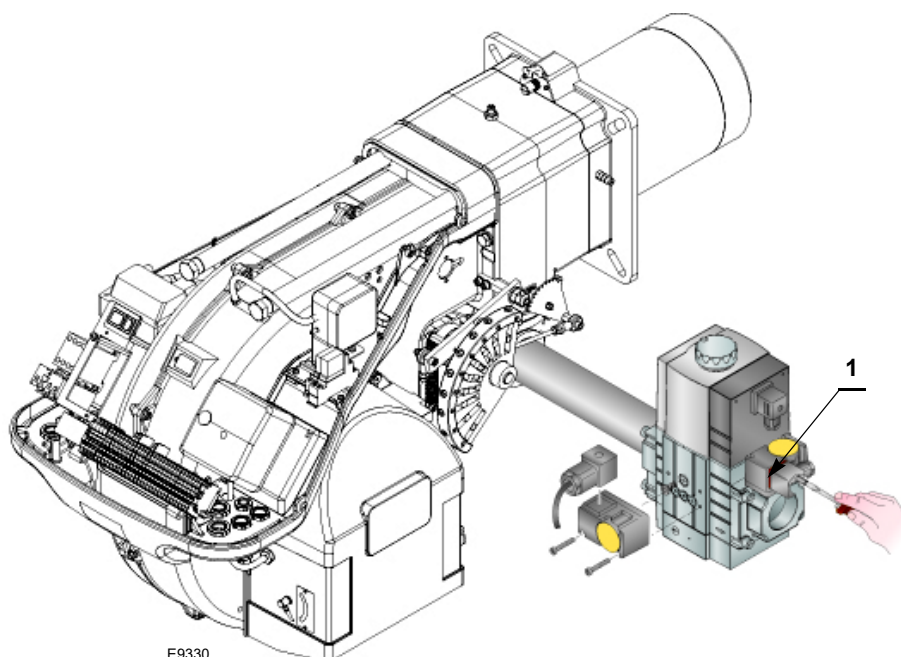

Fig. 26
- Controlar la presión de alimentación del gas conectando un manómetro a la toma de presión 1)(Fig. 26) del presostato gas de mínima: debe ser inferior a la presión máxima permitida de la rampa de gas, que figura en la placa de características.
- Purgar el aire de la línea de la rampa de gas, conectando un tubo de plástico en la toma de presión 1)(Fig. 26) del presostato gas de mínima. Extender hasta el exterior del edificio la línea de purgado, hasta sentir el olor del gas.